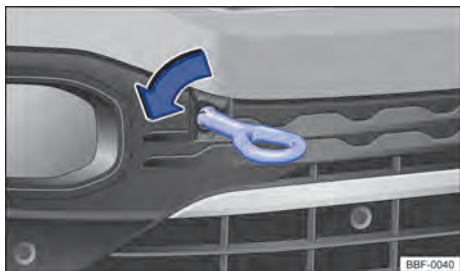

Fig. 198 No para-choque dianteiro à direita: rosquear a argola de reboque.
- Rosquear a argola de reboque tão firme quanto possível **no sentido anti-horário** no alojamento → Fig. 198 ⓘ → ⓘ. Utilizar um objeto